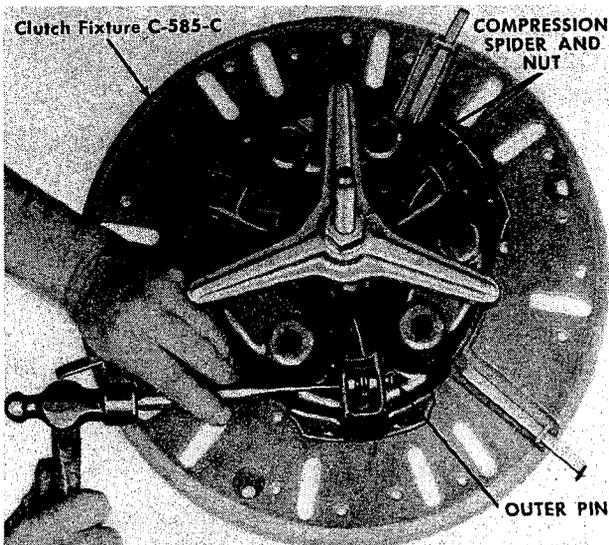

Fig. 140 Zerlegen der Rockford - Kupplung
3. Entferne den Haltering vom äusseren Bolzen eines jeden Hebels und treibe nur die äusseren Bolzen heraus. Fig. 140.